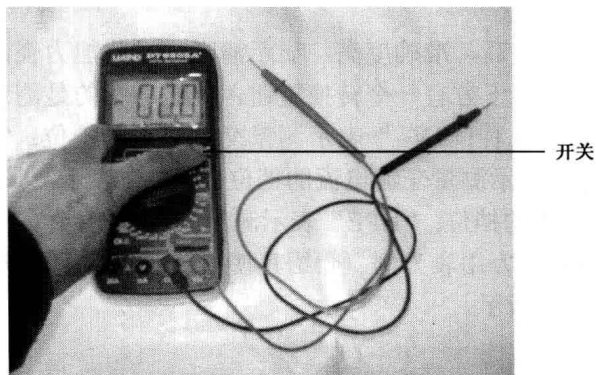

图1-36 将电源开关置于“ON”位置
(1) 如图 1-36 所示,使用前,应认真阅读万用表的使用说明书,熟悉电源开关、量程开关、插孔、特殊插口的作用。
(2) 按图 1-36 所示将电源开关置于“ON”位置。